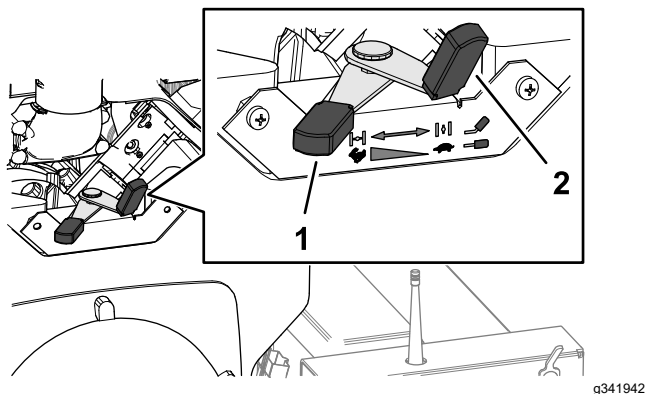

Рисунок 15
2. Если двигатель холодный, переведите рычаг воздушной заслонки (Рисунок 15) в положение Вкл.
3. Установите рычаг дроссельной заслонки (Рисунок 15) посередине между положениями «медленно» и «быстро».